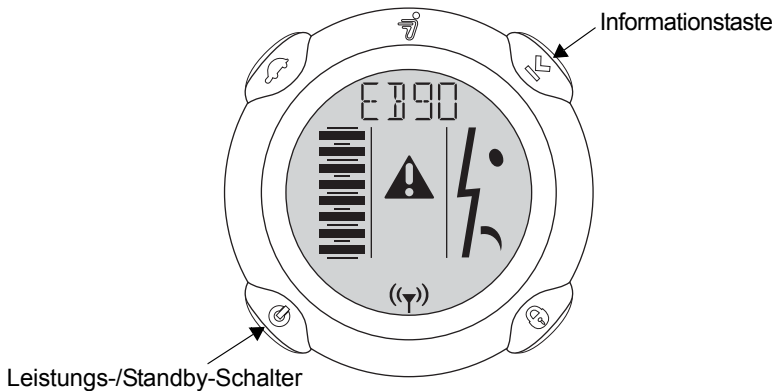

Abbildung 8. InfoKey-Display bei einer Sicherheitsabschaltung
- Die dritte Person kann dann die Informationstaste und den Leistungs-/Standby-Schalter gleichzeitig drücken, bis die Sicherheitsabschaltung einsetzt. **Abbildung 8** zeigt das InfoKey-Display bei einer Sicherheitsabschaltung.